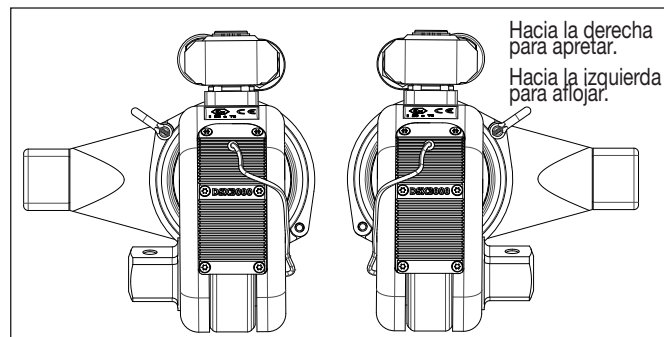

Figura 3: Sentido de accionamiento para aflojar/apretar
- Para apretar pernos, monte el adaptador cuadrado en la posición que se indica en la Figura 3.